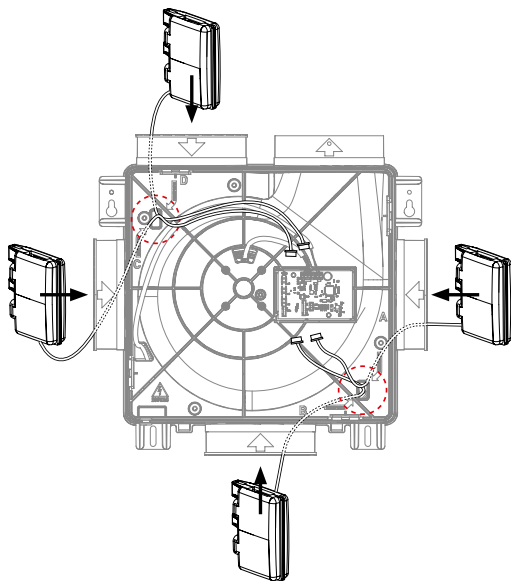

Figure 15 : quatre options pour le câblage d'un maximum d'un Capteur intégré CO2 au circuit imprimé
7. Montez le couvercle correctement sur l'appareil. Assurez-vous que l'encoche du couvercle se trouve au-dessus de l'ouverture du câble d'alimentation (Figure 15 : Notez l'encoche du couvercle). Revissez le couvercle et fermez avec la plaque de couverture.